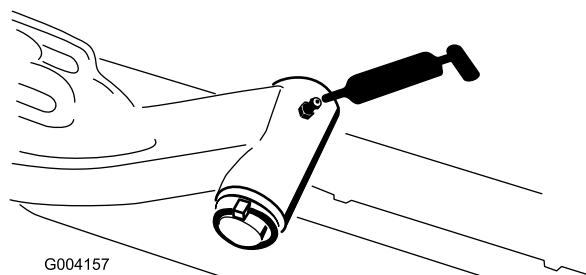

Figura 49
- Eje pivotante del brazo de elevación (1 en cada) (Figura 49)